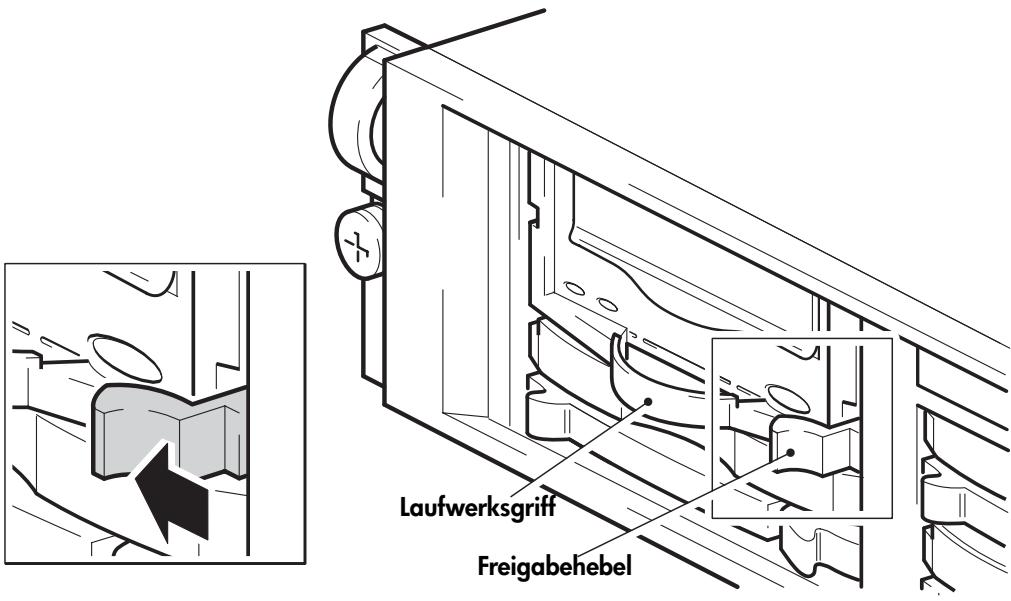

Abbildung 5a: Herausziehen des
- 3 Entsichern Sie den Freigabehebel, und ziehen Sie das Laufwerk am Griff heraus (siehe Abbildung 5a).